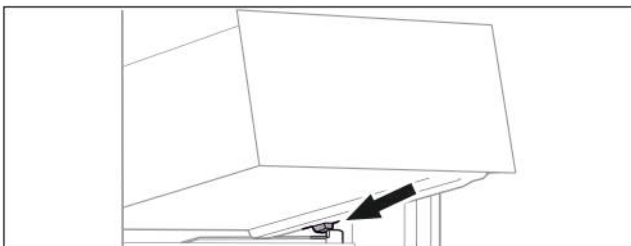

Fig. 20
- ▶ Встановити висувний ящик за стопорами на ребро для резервуару навкосои Fig. 20 (1).